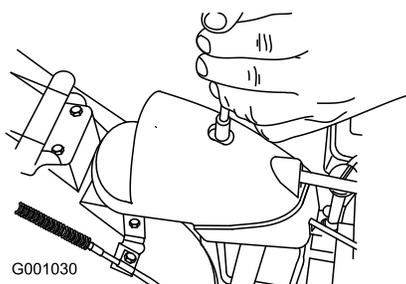

Figura 51
1. Togliete l'elemento di fissaggio dal coperchio degli ingranaggi (Figura 51), alzate la parte anteriore del coperchio e spingetela indietro perché non intralci l'operazione.